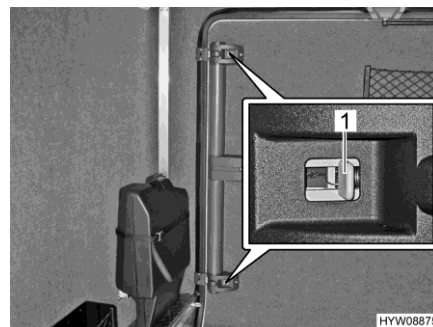

Fig. 55 Porta del garage (sbloccaggio di emergenza dall'interno)
- Spingere i cursori grigi (Fig. 55,1) presenti sulla chiusura superiore e inferiore verso il centro della porta.